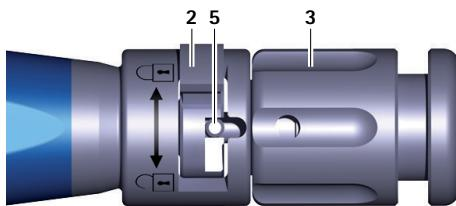
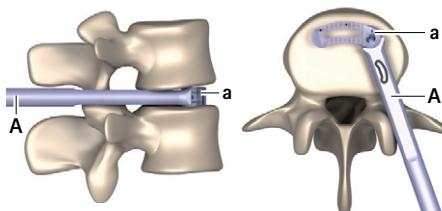

Fig. 3 Närbild av insätttningsinstrumentet med stängd omkopplare
Fig. 11 Implantat i slutpositionen
- ▶ Vrid omkopplaren 2 åt höger (riktning A), se Fig. 3.
- Vrid vridmuttern 3 moturs (riktning "forward") tills stiftet 5 är helt inne i omkopplaren 2, se Fig. 3. Se till att inte stiftet 5 klämmer fast omkopplaren 2.
- Vrid omkopplaren 2 åt höger (riktning ⌂), se Fig. 3.
- ▶ Så snart slutpositionen (se Fig. 11) har nåtts: Vrid vridmuttern **3** moturs (rikning "forward") tills stiftet **5** är helt inne i omkopplaren **2**, se Fig. 3. Se till att inte stiftet **5** klämmer fast omkopplaren **2**.
- ▶ Vrid omkopplaren 2 åt höger (riktning ⌂), se Fig. 3.